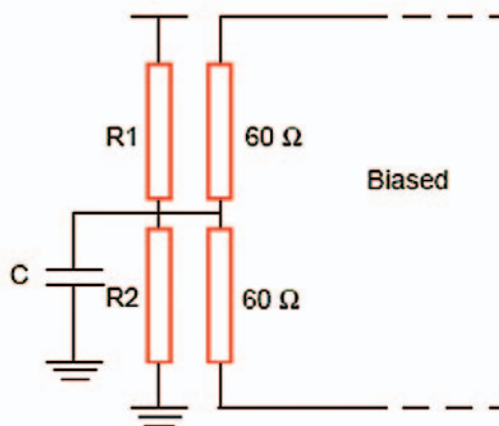

Figure 8: Trois types de "terminators" ou bouchons (ici le biased avec deux résistances de 60 ohms et pont résistif).
- 3) **Biased** : comparable au précédent ; ce qui diffère, c'est qu'on a inséré entre les deux résistances un pont résistif R1/R2 fournissant une tension divisée par deux ($V_{dd}/2$), voir figure 8.